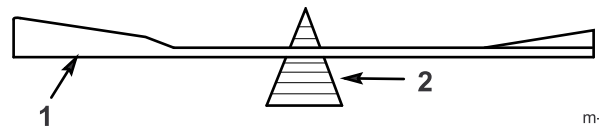

Figura 43
- Verifique el equilibrio de cada cuchilla colocándola sobre un equilibrador de cuchillas (Figura 43).